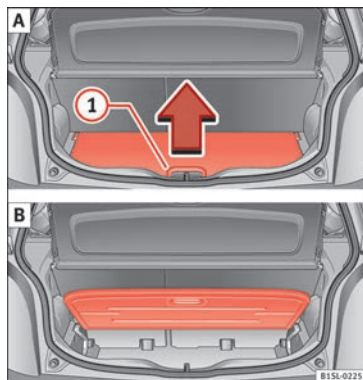

Fig. 138 A : ouvrir le plancher de coffre à bagages modulable. B : plancher de coffre à bagages modulable relevé.
- Pour *relever* le plancher, levez le levier » fig. 138 ① dans le sens de la flèche et tirez le plancher par dessus tout le reste » fig. 138 B.